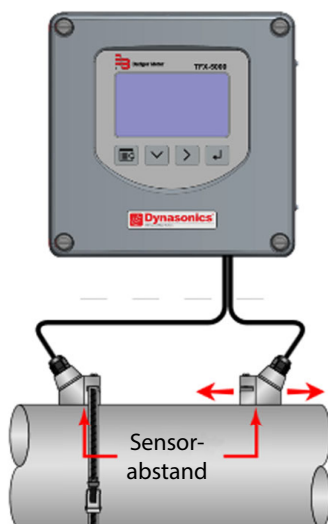

Abbildung 8: Sensorpositionierung
5. Platzieren Sie den stromabwärts gelegenen Sensor im berechneten Sensorabstand auf dem Rohr. *Siehe Abbildung 8: auf Seite 7.*